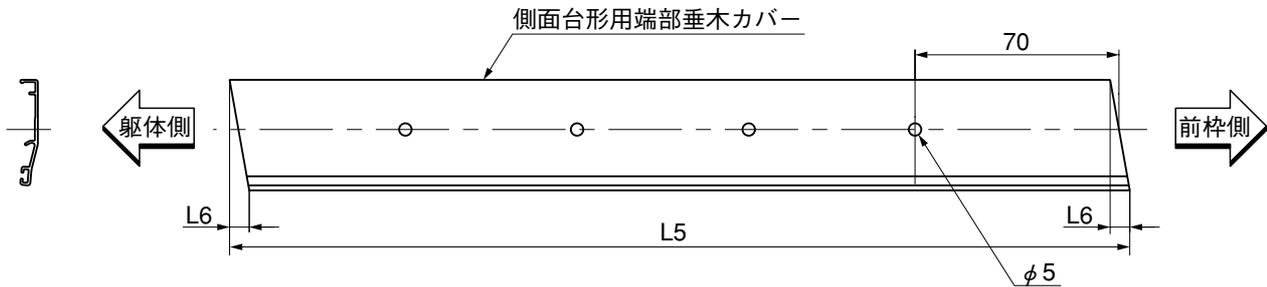

図5-1 側面台形用端部垂木カバー加工図
- ②図5-1と表5-2にしたがって、側面台形用端部垂木を切断してください。
- ③側面台形用端部垂木カバーにφ5の穴を、3尺～6尺は154mmピッチ、7尺～15尺は120mmピッチであけてください。